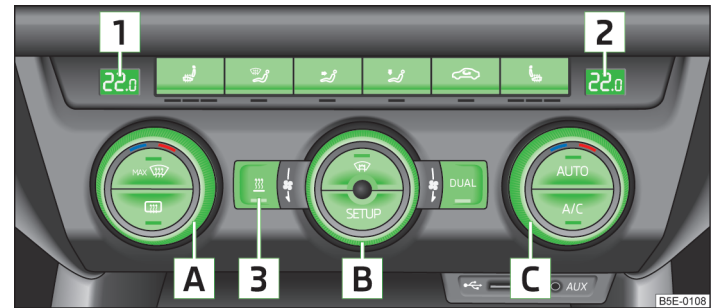

Abb. 111 Climatronic: Bedienelemente
- ✓ **A/C** » **Abb. 111** auf Seite 110 eingeschaltet.
Funktionen der einzelnen Bedienelemente » **Abb. 111:**
➤ Die Symboltaste **AUTO** » Abb. 111 auf Seite 110 drücken.
➤ Den Drehregler **[A]** » Abb. 111 auf Seite 110 nach links bzw. rechts drehen, um die Temperatur zu senken bzw. zu erhöhen.
➤ Den Drehregler **[C]** » Abb. 111 auf Seite 110 nach links bzw. rechts drehen, um die Temperatur zu senken bzw. zu erhöhen.
► Den Drehregler **B** » *Abb. 111* auf Seite 110 nach links bzw. rechts drehen, um die Gebläsedrehzahl zu senken bzw. zu erhöhen.
- Die Symboltaste **MAX** » Abb. 111 auf Seite 110 drücken.